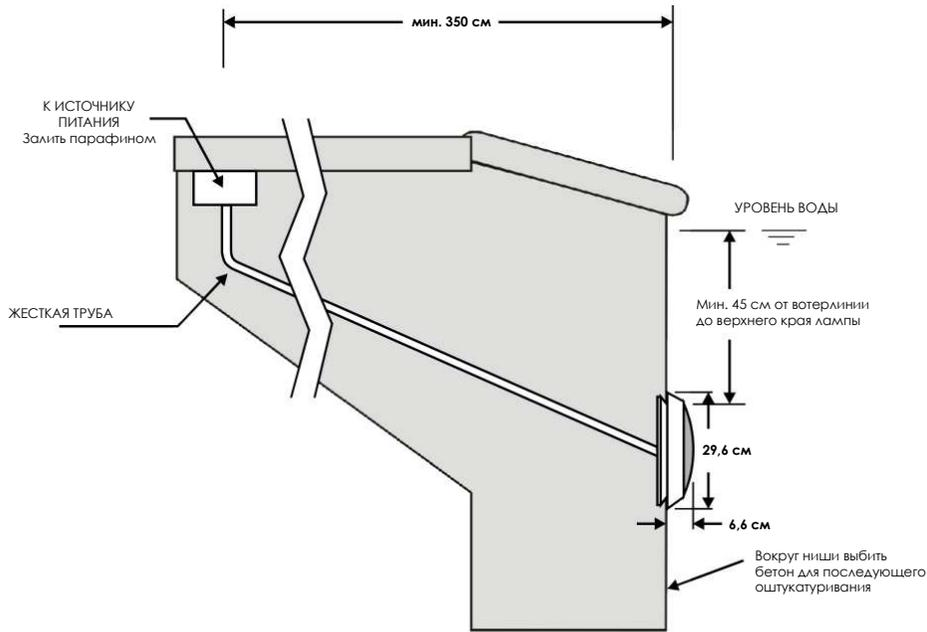

Рис. 1
**А. Подготовительные шаги, которые должен сделать электрик перед установкой прожектора. См. рис. 1.**
- а. Распределительная коробка и низковольтный трансформатор для 12-вольтовой модели прожектора должен находиться на расстоянии не менее 350 см от края бассейна. См. рис. 1.
- д. Фитинги устанавливаются так, чтобы край линз прожектора находился не ниже 45 см от поверхности воды в бассейне. См. рис. 1.